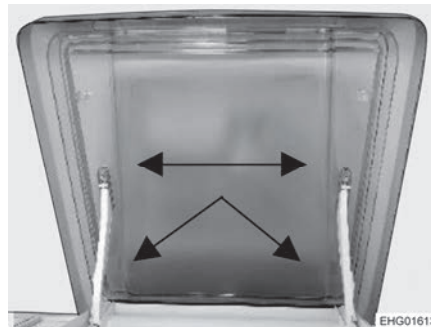

Bild 133 Dachhaube VisionStar
- Die Dachhaube kann zum Reinigen abgenommen werden. Dazu die Kunststoffsplinte (Bild 133, Pfeile) vorsichtig entfernen.